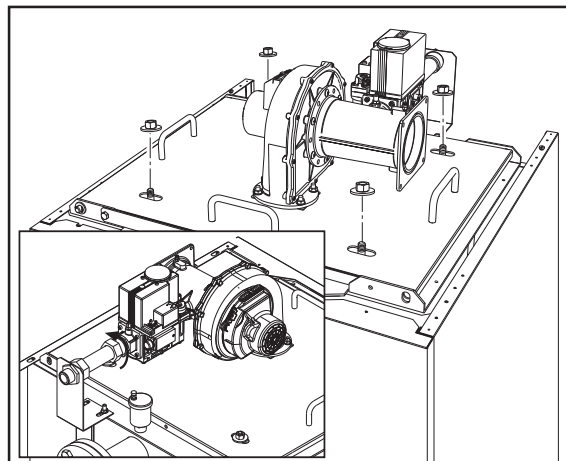

fig. 43
3. Extraer las cuatro tuercas y arandelas (fig. 43).
4. Desenroscar la conexión del gas (recuadro de la (fig. 43)).
Apretar correctamente las cuatro tuercas (fig. 43).